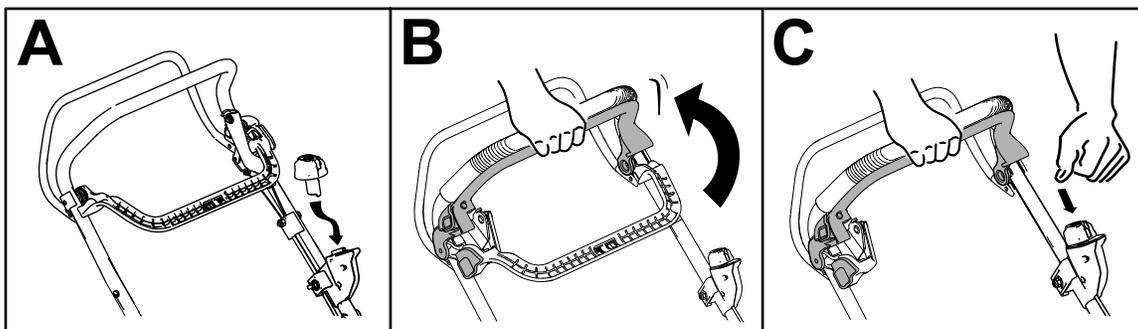

Рисунок 14
2. Вставьте кнопку электрического запуска в переключатель электрического запуска (вид А на Рисунок 14)
3. Потяните штангу управления ножом в направлении рукоятки и удерживайте ее (Рисунок 14).
4. Нажмите кнопку электрического запуска и держите нажатой, пока двигатель не запустится (вид С на Рисунок 14).